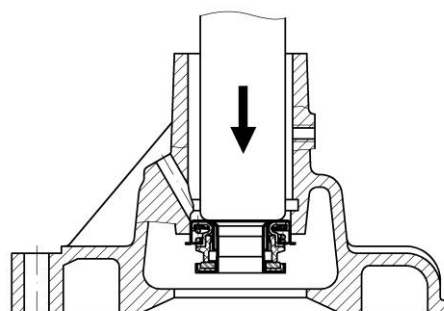

Рисунок 73. Выпрессовка уплотнения
- выпрессовать уплотнение из корпуса (рис.73).